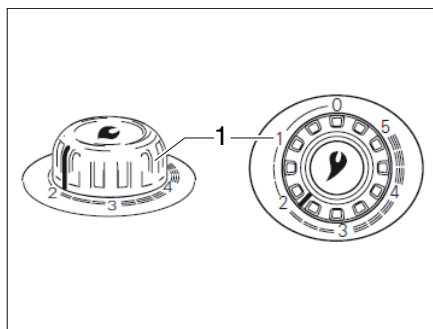

Fig. 104 Regulador giratorio en la calefacción de aire caliente
- Ajustar el regulador giratorio en la calefacción (Fig. 104,1) al valor deseado y bajar hasta el tope.
- Situar el regulador giratorio de la calefacción (Fig. 104,1) en "0". El dispositivo automático de encendido se desconecta al mismo tiempo.
- ▷ Puede obtenerse información adicional en las instrucciones de uso independientes "Truma S 3004 (P) / S 5004".